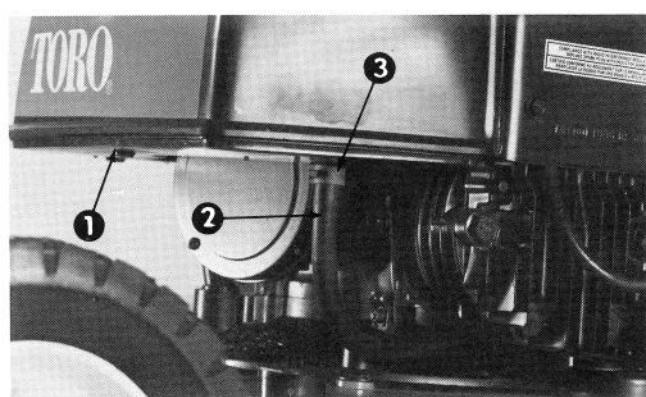

Figure 23
2. Placez un bac à vidange peu profond, propre, sous le réservoir à essence (Fig. 23).
3. Comprimez les bouts du collier qui serre la conduite d'essence sur le raccord du réservoir (Fig. 23), puis glissez-le le long de la conduite.